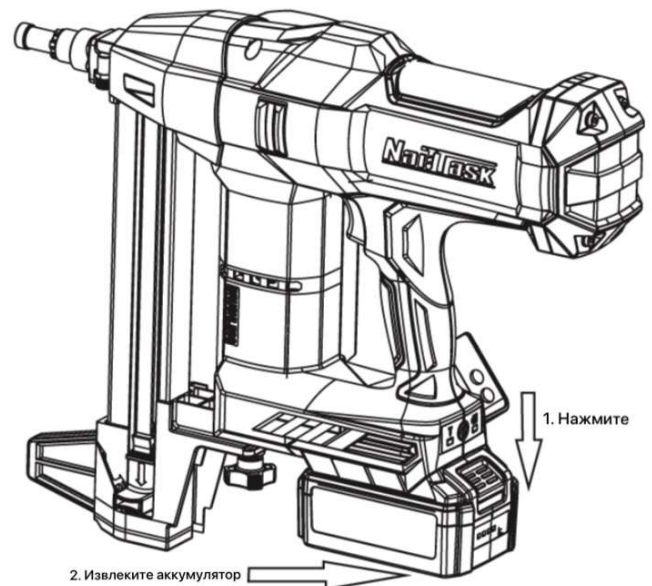

Рисунок 4
2. Чтобы извлечь аккумулятор, нажмите кнопку извлечения в направлении стрелки, а затем вытащите аккумулятор (см. рис. 4).